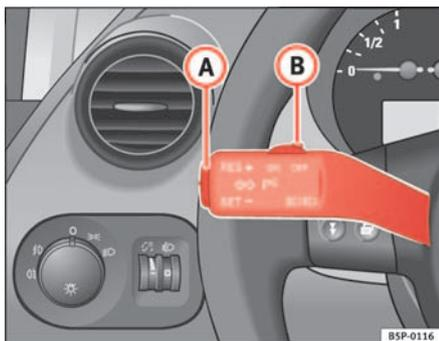

Fig. 143 Palanca de intermitentes y de luz de carretera: mando y tecla basculante para el regulador de velocidad
- Presione la parte superior de la tecla basculante **RES** ⇒ fig. 143 **A** para aumentar la velocidad. El vehículo acelerará mientras mantenga la tecla presionada. Al soltar la tecla quedará memorizada la nueva velocidad.
Si se reduce la velocidad programada pisando el pedal del freno, se desactiva el regulador de velocidad. Si quiere activar de nuevo el regulador, bastará con presionar una vez la parte superior de la tecla basculante **RES+** ⇒ fig. 143 **A**.